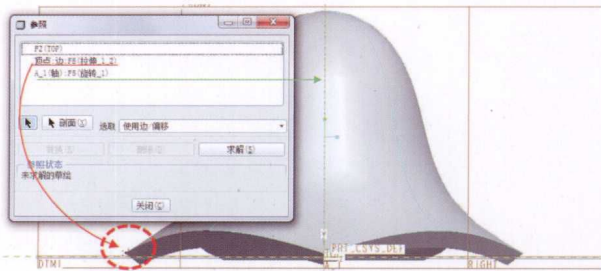

图1-21
(14) 由于新创建的基准平面需要手动设置参照平面，在弹出的“参照”对话框中设定不少于两个元素的参照。点、线、面均可选择作为参照（图1-21）。